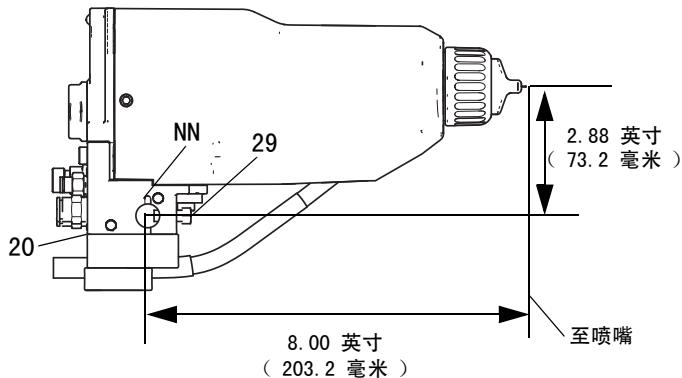

图 4. 安装
- 松开歧管上的两个固定螺钉 ( 29 ), 并将歧管 ( 20 ) 滑动到 1/2 英寸 ( 13 毫米 ) 的固定杆上。参见图 4。
**注:** 为了提高定位准确性, 将一个 1/8 英寸 ( 3 毫米 ) 的定位针插入支架槽 ( NN ) 中并通过杆洞。参见图 4 中的详情。